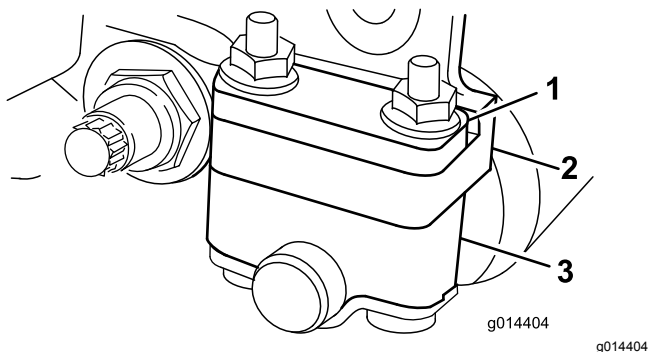
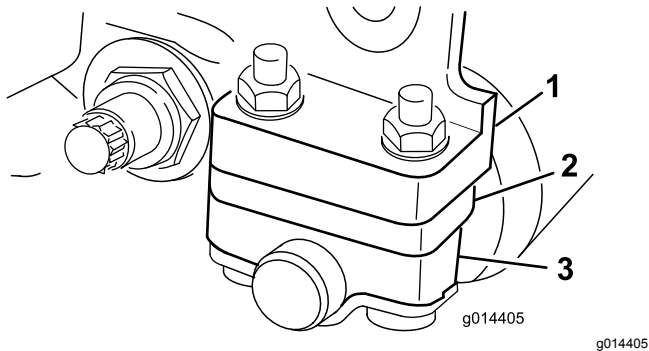

Figura 6
Figura 7
Dependiendo del intervalo de alturas de corte deseado, será necesario ajustar los soportes del rodillo trasero (Figura 6 o Figura 7) a la posición superior o inferior:
- Coloque el espaciador encima de la brida de montaje de la chapa lateral (ajuste de fábrica) para obtener un intervalo de alturas de corte de 1,5 mm a 6 mm, como se muestra en la Figura 6.
- Coloque el espaciador debajo de la brida de montaje de la chapa lateral para alturas de corte de 3 mm a 25 mm, como se muestra en la Figura 7.
- Coloque los espaciadores sobre los tornillos, encima o debajo de los soportes de los rodillos, según sea necesario (Figura 6 o Figura 7).